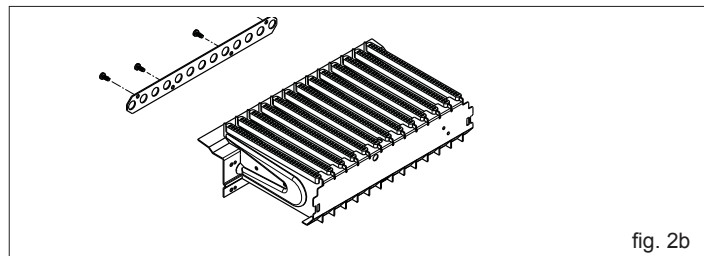

fig. 2b
se trattasi di trasformazione da gas metano o aria propano a GPL, fissare la flangia bruciatore contenuta nel kit utilizzando le relative viti (fig. 2b)
- se trattasi di trasformazione da gas GPL a metano o a aria propano, rimuovere la flangia bruciatore (fig. 2b)